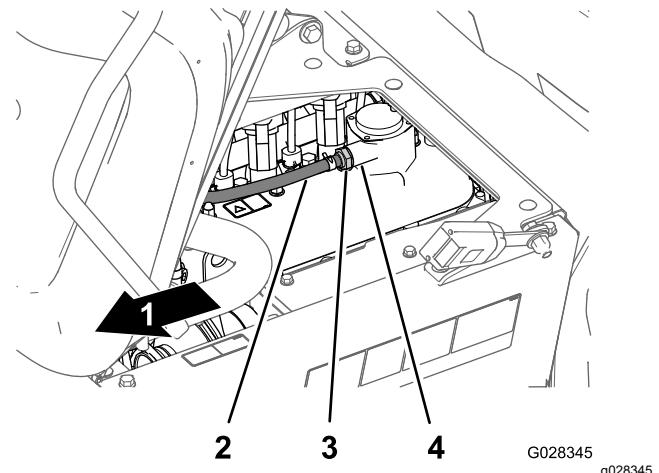

Figura 115
2. Retire la válvula PCV del acoplamiento de la tapa de válvulas (Figura 115).
- no está libre y no suena al sacudirse, sustituya la válvula PCV (Figura 115).
- Introduzca la válvula PCV hasta que quede correctamente asentada en la junta del acoplamiento de la tapa de válvulas (Figura 115).